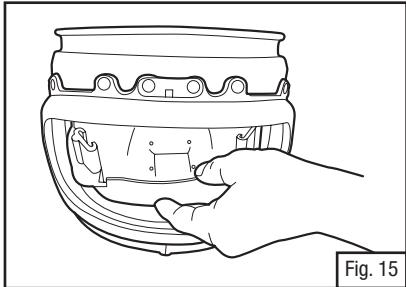

Fig. 15
3. Pousser vers le haut sur la calotte intérieure jusqu'à ce qu'elle se dégage du joint d'étanchéité (Fig. 15).